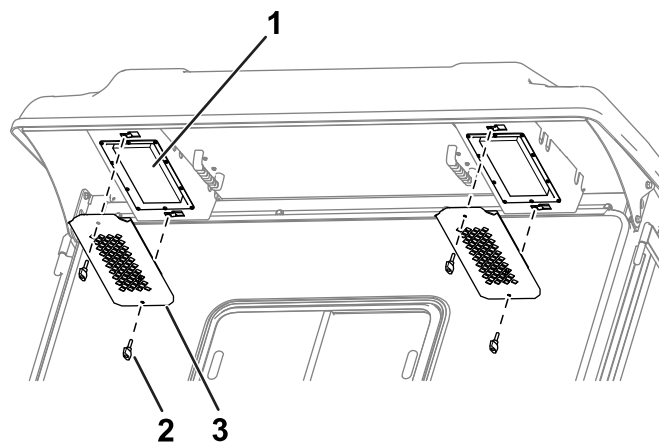

Figura 87
4. Utilizzate i pomelli e le griglie per montare i filtri nella cabina (Figura 87).
1. Rimuovete i pomelli e le griglie dalla sporgenza posteriore della cabina (Figura 87).